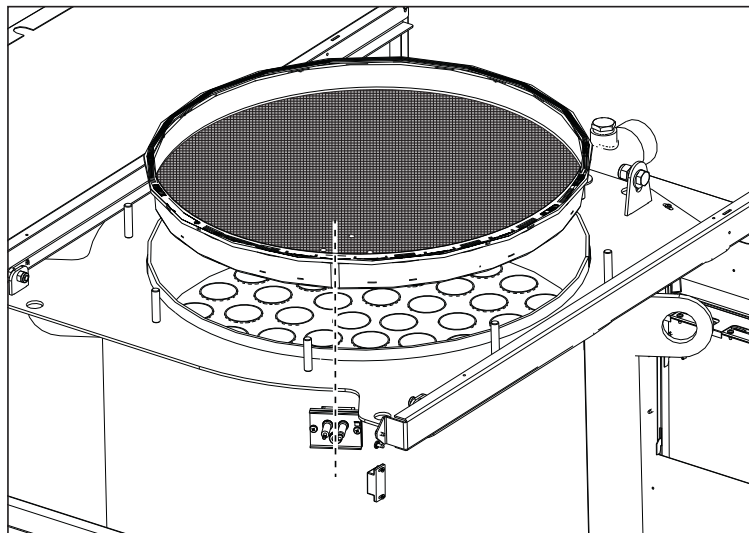

fig. 67 - Alignement du brûleur
**IMPORTANT:** après avoir nettoyé le brûleur, assurez-vous de le positionner en alignant la soudure du joint de bride avec le centre du trou du judas (voir fig. 67).